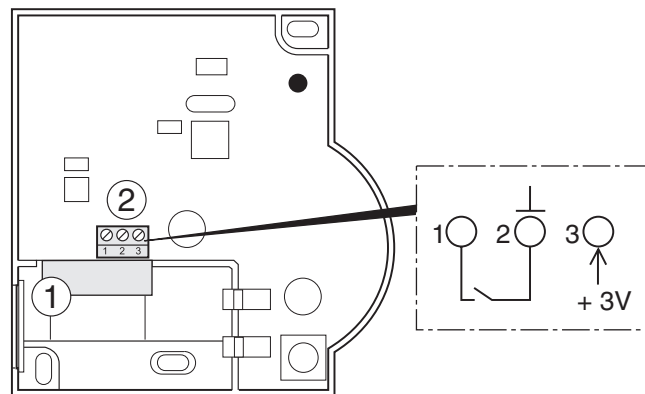

Figura 7: Collegamento della sorgente di corrente esterna (solo HCW 82)
- Far passare il cavo di uscita dell'alimentatore attraverso l'apertura dell'alloggiamento (1) (vedere Figura 7) verso l'interno.
- Collegare il cavo di uscita al morsetto (2) (vedere Figura 7).
- ▶ Collegare un sensore a scelta privo di contatto a HCW 82 (installazione al collegamento 1 e collegamento 2, vedere Figura 7 (2), pagina 17).